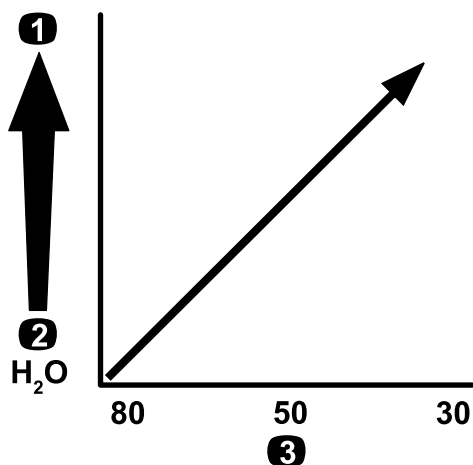

Figure 64
**Important:** Cuando se fumiga con productos químicos de mayor viscosidad (más espesos) o soluciones de polvo humedecible, puede ser necesario utilizar una malla de filtro más abierta para el filtro de aspiración opcional; consulte la Figure 64.